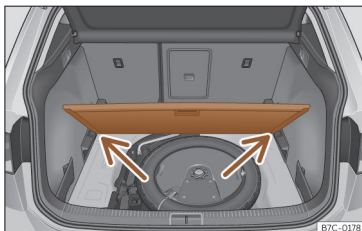

Fig. 163 Piso variável da bagageira: posição inclinada.
- Apoie o piso sobre os alojamentos previstos para o efeito >>> **Fig. 163** (setas).